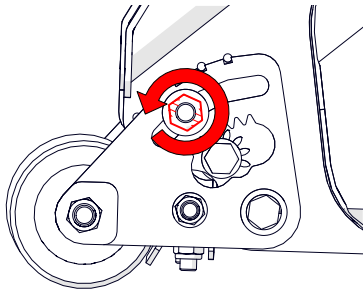

Fig. 12E - Desaperte a porca de fixação superior no quadrante do rolo
6. Desaperte a porca de fixação superior no quadrante do rolo [chave inglesa de 19 mm] (Fig. 12E). Repita no quadrante do lado contrário.
- Desaperte a porca de fixação superior no quadrante do rolo [chave inglesa de 19 mm] (Fig. 12E). Repita no quadrante do lado contrário.